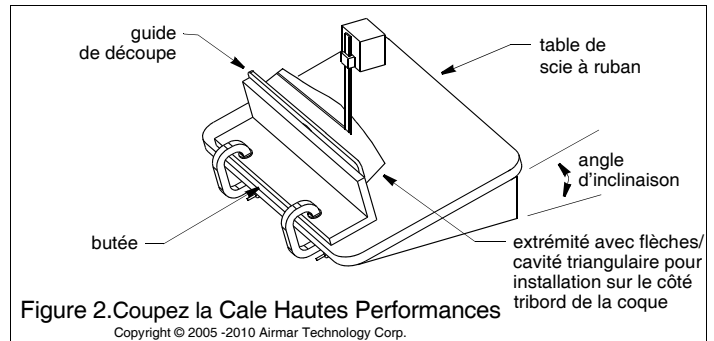

Figure 2. Coupez la Cale Hautes Performances
2. Inclinez la table de la scie à ruban l'angle mesuré et verrouillez la butée de coupe (voir Figure 2).